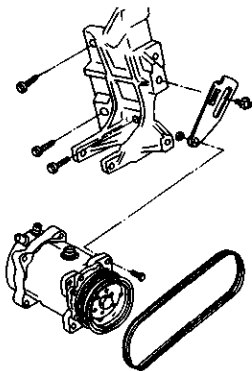

图 2-10 空调压缩机的 V 带
18) 松开空调压缩机与支架的连接螺栓, 取下 V 带, 如图 2-10 所示。注意: 在拆卸 V 带前一定要作好方向标记, 以防重新使用时安错方向, 损坏 V 带。